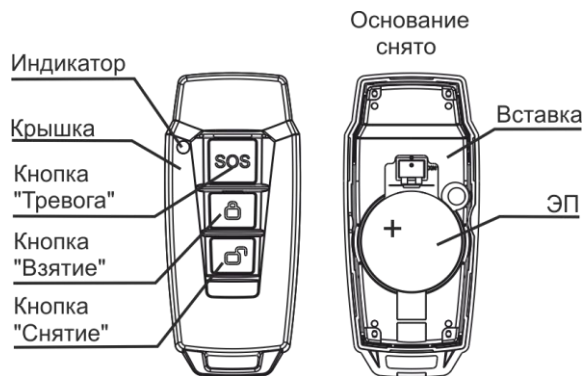

Рисунок 2
**4.1** Конструктивно РПДК выполнен в виде брелока, состоящего из крышки (лицевая сторона) и основания (рисунок 2).